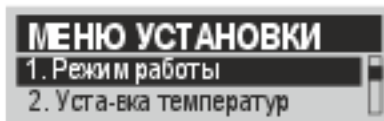

Рисунок 16
7.3.4 Возможность изменения режима и параметров прибора описаны в п. 7.4 на стоящего руководства. Переход в режим меню установки осуществляется с помощью клавиши «MENU» (см. рис. 16).